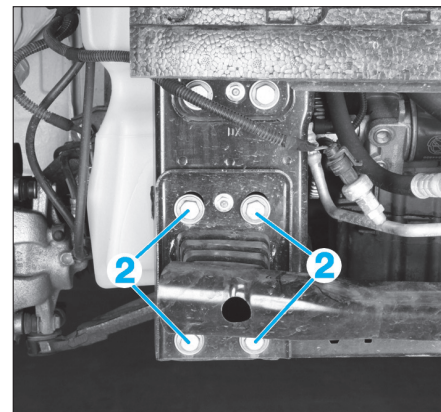

Fig. 15
- Déposer les vis (2) (Fig.15).